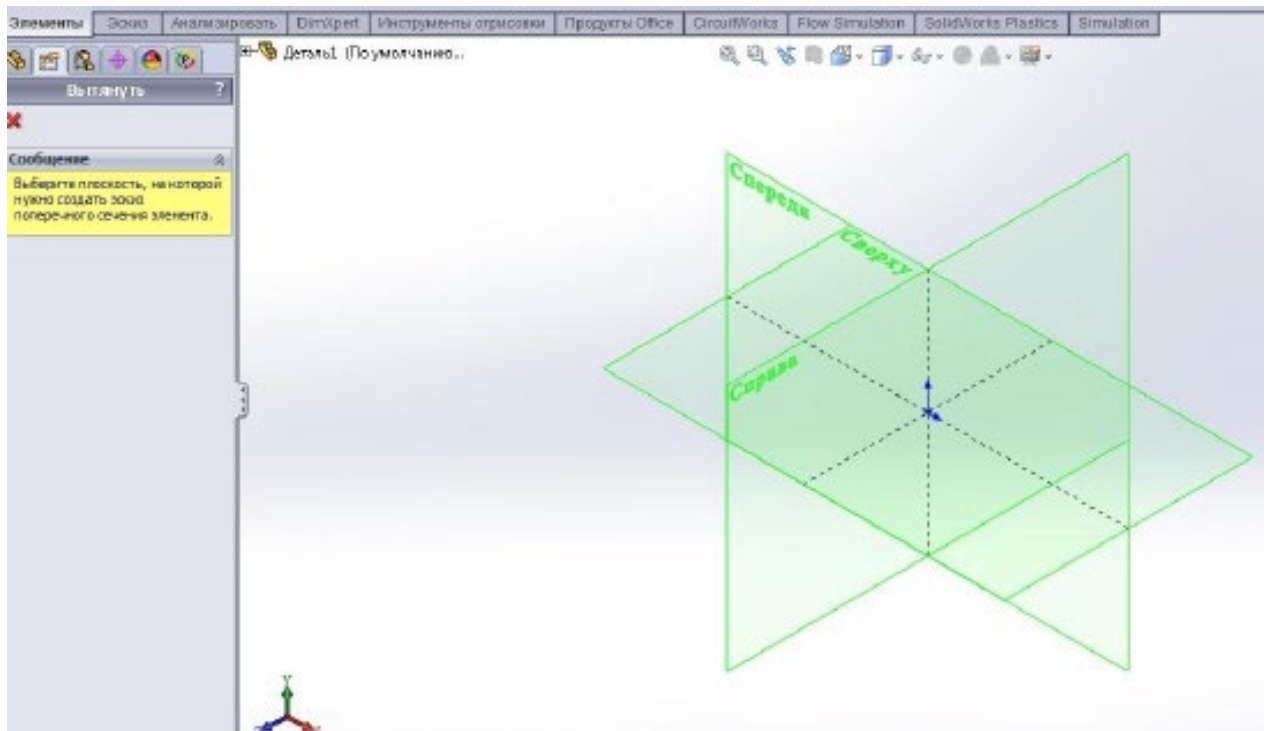

Рисунок 1.3 – Графічна область при створенні твердотілого елемента командою «Витягнута бобика»
2. На панелі інструментів «Елементи» натиснути кнопку «Витягнута бобика». При цьому буде активізована команда створення твердотільного елемента методом витягнутої бобики (рис. 1.3).